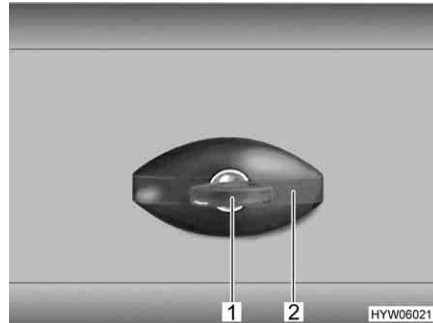

Bild 64 Lucklås, ellipsformat, låst
- Stick in nyckeln i låscylindern (Bild 64,1) och vrid ett kvarts varv moturs. Låshandtaget (Bild 64,2) frigörs.